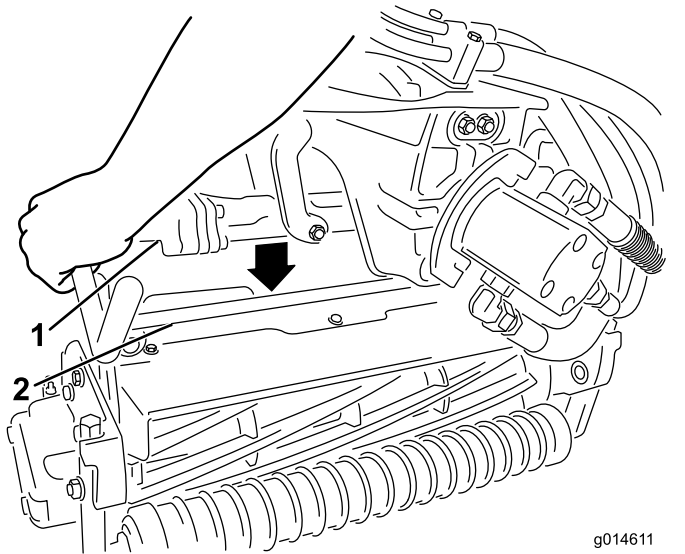

Bild 46
- Schmieren Sie die Keilwelle des Schneideinheitmotors mit sauberem Fett ein (Bild 46).
- Setzen Sie den Motor in die linke Seite der Schneideinheit (aus Sicht der Bedienerstellung) und ziehen die Motorbefestigungsstange an der Schneideinheit zum Motor, bis Sie einen deutlichen Klick von beiden Seiten des Motors hören (Bild 46).